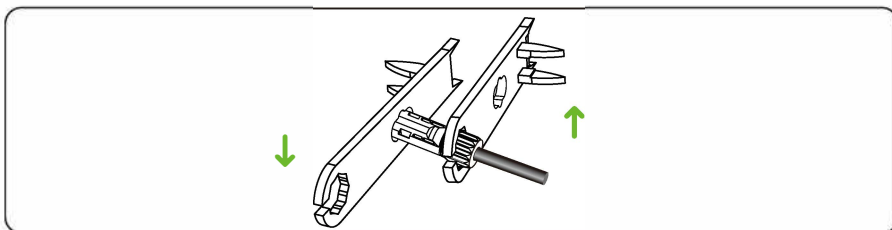

Figura 5.15 Apertando conectores
**Passo 4** Aperte a ruela de fixação nos conectores positivos e negativos usando uma chave de remoção, conforme mostrado na Figura 5.15.